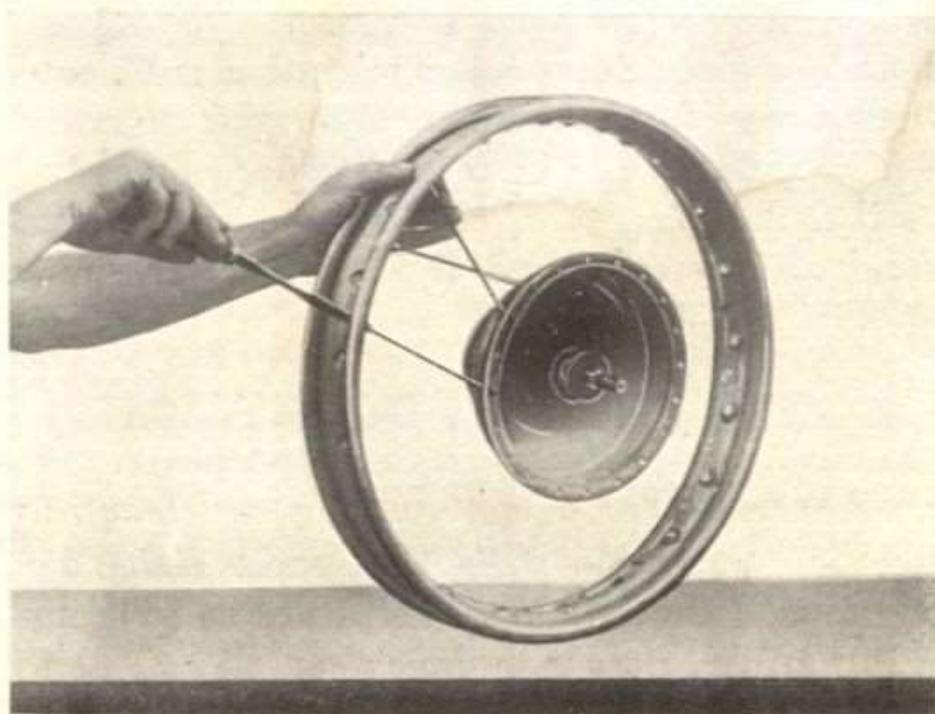

Fig. 139
Infilare due raggi, uno vicino all'altro, nel tamburo del mozzo (vedi fig. 139 e tabella a pag. 160), poi incrociandoli si infilino
Infilare due raggi, saltando due fori fra l'uno e l'altro, nel tamburo del mozzo (vedi fig. 139 a), poi incrociandoli si prosegue
Fig. 139 a
Infilare due raggi, saltando quattro fori fra l'uno e l'altro, in una delle due flangie del mozzo (vedi fig. 139 b); poi incro-
Fig. 139 b
Infilare quattro raggi, saltando un foro da uno all'altro, infilare il quinto raggio vicino al quarto, nel tamburo del mozzo (vedi fig. 139 c); poi incrociando i due estremi si prosegue come per la divisione per due.
Fig. 139 *c*
Fig. 139 *d*
\* La posizione di montaggio nel tamburo e nella flangia del mozzo dei raggi dentro e fuori è illustrata nella fig. 139 *d*, dove il raggio (1) è infilato in modo che la testa rimane dentro (verso l'interno), mentre nel raggio (2) rimane fuori (verso l'esterno).